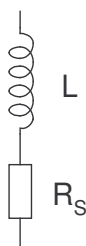

Figura 2. Model circuital d'una bobina.
5. Compara el resultat de la simulació PSPICE amb les mesures obtingudes. Les diferències que s'obtenen són degudes principalment a la no idealitat de la bobina emprada. Una bobina real es pot modelar mitjançant el circuit de la Figura 2, a on R_S pren valors de l'ordre d'ohms o desenes d'ohms. Mitjançant la simulació amb PSPICE estima el valor de la R_S de la vostra bobina per tal que els resultats de simulació s'ajustin el més possible a les mesures experimentals. No obstant, teniu en compte que els valors reals dels components no tenen per què coincidir amb els nominals, degut a la tolerància d'aquests. Així caldrà tenir present que s'utilitzen capacitats i bobines d'un 10% de tolerància.